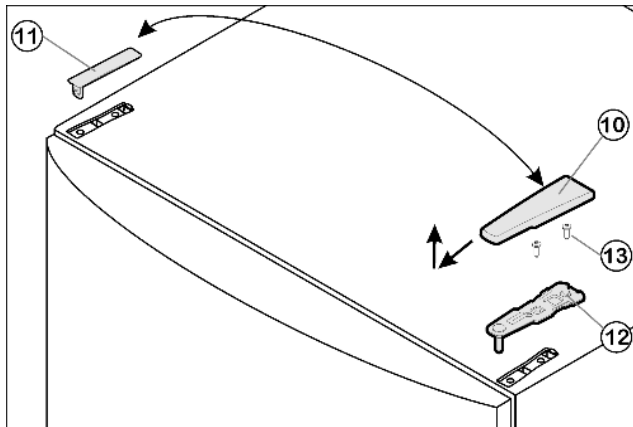

Fig. 6
- ▶ Крышку Fig. 6 (10) снимите движением вперед и вверх.
- ▶ Снимите крышку Fig. 6 (11).
- ▶ Открутите верхний опорный кронштейн Fig. 6 (12) (2 шт. Torx 25) Fig. 6 (13) и вытяните вверх.
- ▶ Установите верхний опорный кронштейн Fig. 6 (12) на новой стороне шарнира и защелкните в дверце.
- ▶ Прикрутите верхний опорный кронштейн Fig. 6 (12) (2 шт. Torx 25) Fig. 6 (13). При необходимости просверлите отверстия или используйте аккумуляторную отвертку.
- ▶ Защёлкните крышку Fig. 6 (10) и крышку Fig. 6 (11) на противоположной стороне.